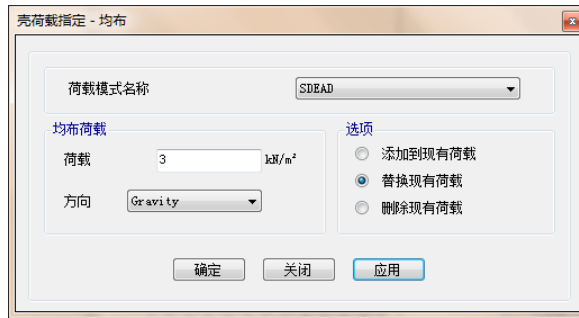

图 4-7 壳荷载指定-均布对话框
2. 点击**指定>壳荷载>均布**命令，将弹出**壳荷载指定-均布**对话框，如图 4-7 所示。